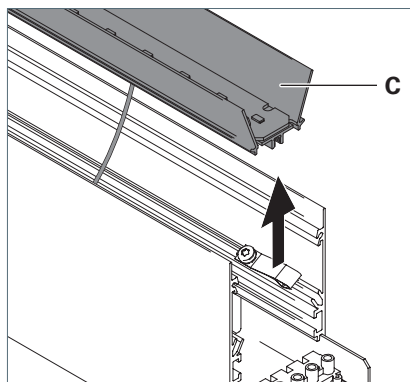

Fig. 20: Retirer le réflecteur.
- ▶ Retirez le réflecteur **C** et déposez-le à côté du luminaire, voir Fig. 20.